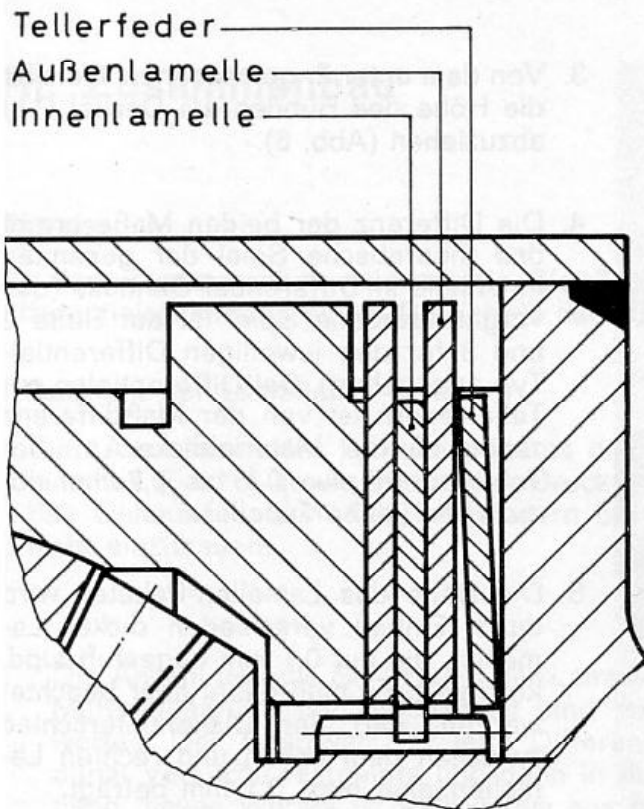

Abb. 9
Die Tellerfedern (4) müssen mit der kleinen Anlagefläche (am Innendurchmesser) am Gehäuse bzw. am Gehäusedeckel anliegen (Abb. 9).